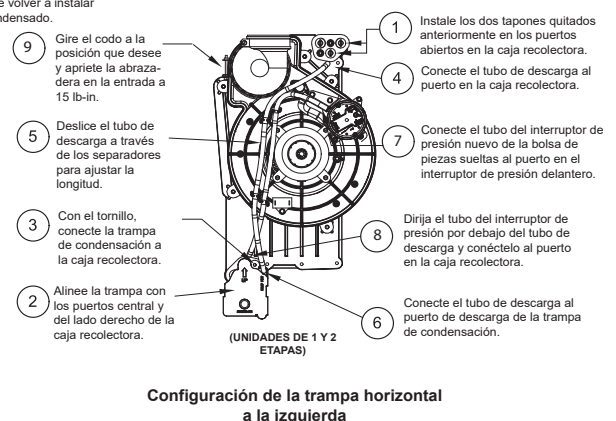

Fig. 11 – Configuración horizontal izquierda
Cuando el calefactor se instala en la posición derecha horizontal, en un principio la trampa de condensación se encontrará de fábrica en la parte inferior de la caja recolectora. Consulte la imagen superior en la Fig. 10. Cuando el calefactor se instala en posición horizontal izquierda, en un principio la trampa de condensación se encontrará, de fábrica, en la parte superior de la caja recolectora. Consulte la imagen superior en la Fig. 11. En ambos casos habrá que cambiar la caja recolectora de sitio para que la condensación drene adecuadamente. Consulte las imágenes inferiores en la Fig. 10 y la Fig. 11.
- La Fig. 11 muestra la trampa de condensación y las tuberías antes y después del cambio a la posición izquierda horizontal.